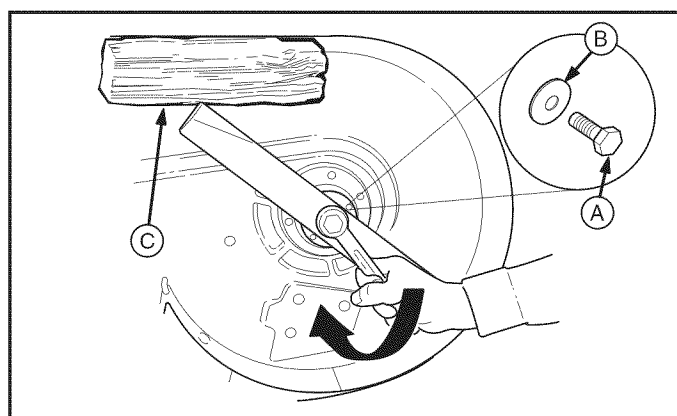

Figura 25
3. Quite el tornillo de cabeza hexagonal (**A**, Figura 25), la arandela de presión (**B**) y la cuchilla.
6. Vuelva a instalar la cuchilla (Figura 25) con los elevadores apuntando hacia la plataforma del cortacésped como se muestra.